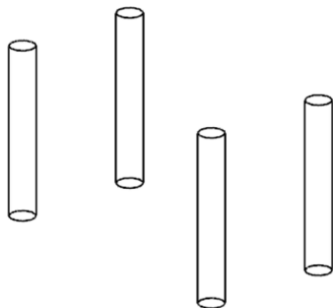

图 11-15 创建 4 个圆柱
(29) 单击“完成”按钮 ，在【拉伸】对话框中对“指定矢量”选择“ $-ZC \downarrow$ ”，“开始”选取“值”，把“距离”设为 0，“结束”选择“值”，“距离”设为 40mm，“布尔”选择“无”。
(30) 单击“确定”按钮，创建 4 个圆柱。
(31) 选取“菜单|格式|图层设置”命令，取消“□1”前面的“√”，隐藏第 1 层的实体，只显示第 2 层的圆柱，如图 11-15 所示。